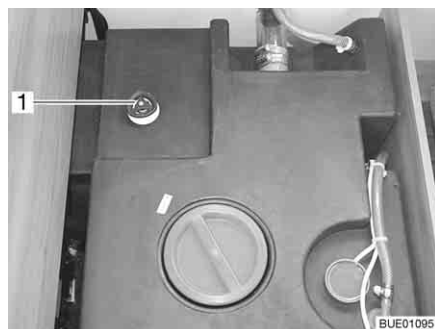

Fig. 239 Réservoir d'eau avec poignée tournante
- Faire tourner la poignée tournante (Fig. 239, 1) du réservoir d'eau à fond dans le sens contraire des aiguilles d'une montre au-delà de la résistance pour ouvrir entièrement l'ouverture d'écoulement.